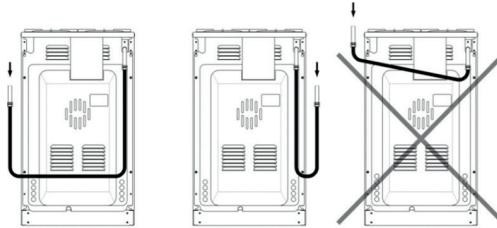

Рис. 2 Положение присоединительного шланга
- гибкий присоединительный шланг не должен проходить в зоне горячего воздуха дымохода и касаться задней стенки прибора (Рис.2);
После установки прибора на место обязательно проверьте положение гибкого шланга подвода газа и шнура питания (Рис.2)